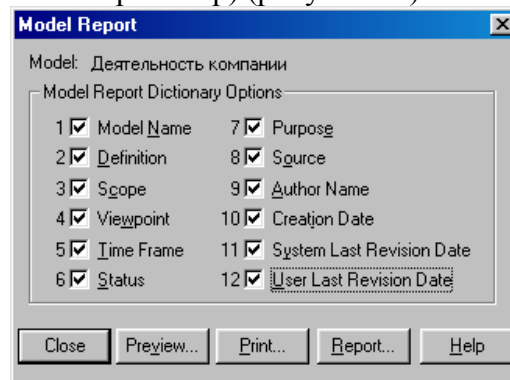
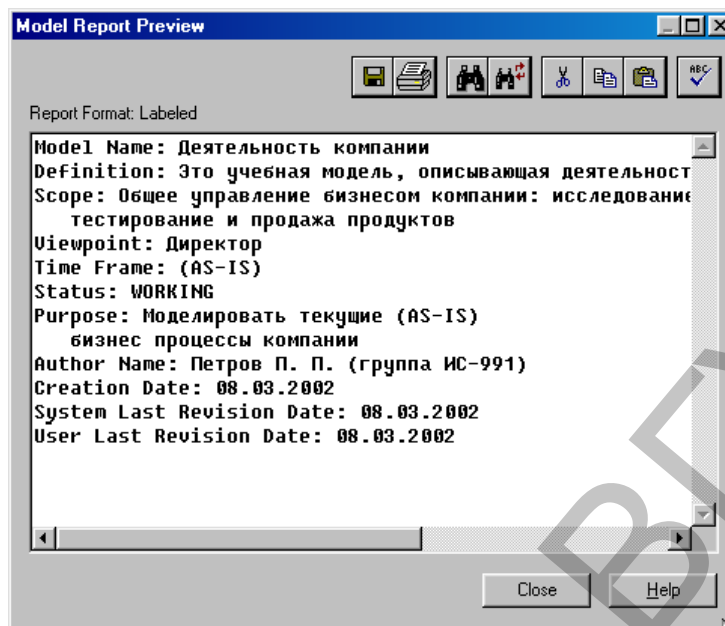

Рисунок 13
Рисунок 14
14. Создайте отчет по модели. В меню **Tools/Reports/Model Report** (рисунок 13) задайте опции генерирования отчета (установите галочки) и нажмите кнопку **Preview** (Предварительный просмотр) (рисунок 14).